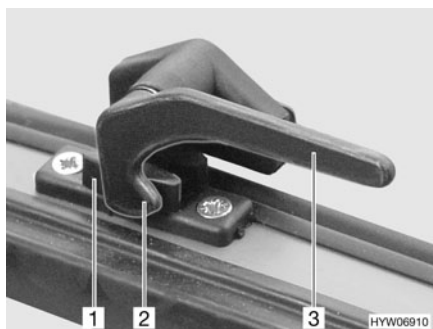

Fig. 50 Levier de verrouillage en position "Fermé"
- Tourner le levier de verrouillage (Fig. 50,3) d'un quart de tour vers le centre de la fenêtre.
- Tourner le levier de verrouillage (Fig. 50,3) d'un quart de tour vers le cadre de la fenêtre. Le tenon de verrouillage (Fig. 50,2) se trouve sur le côté intérieur du verrouillage de fenêtre (Fig. 50,1).
- En position "Fermé" (Fig. 50)